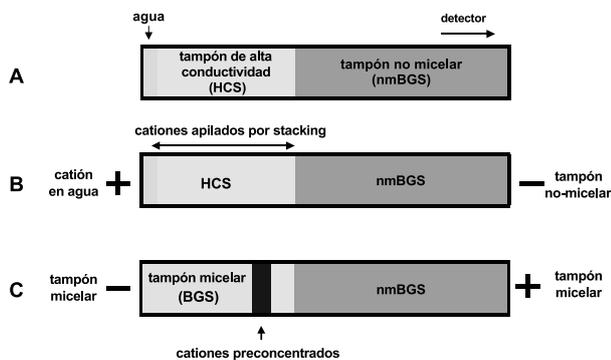

Figura 4. *CSEI-sweeping-MEKC*.
Recientemente se ha descrito que se puede conseguir una mejora de entre 100 y casi un millón de veces en la respuesta de analitos cargados positivamente utilizando una apropiada combinación de FASI (27) y *sweeping* (20). Este método se denomina *cation-selective exhaustive injection-sweeping (CSEI-sweeping)* (28). En este caso, la cromatografía electrocinética micelar se utiliza para la separación, así que el procedimiento total se conoce como *CSEI-sweeping-MEKC*. En la Figura 4 se muestra el procedimiento de aplicación estándar de *CSEI-sweeping-MEKC* descrito por Quirino y Terabe (28) utilizando SDS como formador de micelas. El capilar se acondiciona primero con un tampón electroforético de bajo pH y sin micelas (*non-micelar BGS, nmBGS*). A continuación se introduce hidrodinámicamente en el capilar una cantidad relativamente elevada de tampón de alta conductividad y sin disolventes orgánicos (*high conductivity solution, HCS*) seguida de una pequeña cantidad de agua (Fig. 4a). La muestra que contiene los analitos cargados positivamente preparada en una disolución de baja conductividad (o simplemente agua) se introduce electrocinéticamente aplicando una diferencia de potencial en polaridad positiva (Fig. 4b) durante un período mucho más largo de lo usual (por ejemplo 10 min). Los cationes entran en el capilar y sufren una preconcentración mediante *stacking* en la zona del tampón de elevada conductividad. A continuación se procede a la preconcentración mediante *sweeping*. Se colocan viales con tampón electroforético micelar (BGS) en los extremos del capilar y se aplica un voltaje en polaridad negativa (Fig. 4c). Las micelas de SDS entran en el capilar y al penetrar en la sección del HCS interaccionan con los cationes y los preconcentran en una banda estrecha. La separación se realiza entonces mediante MEKC.